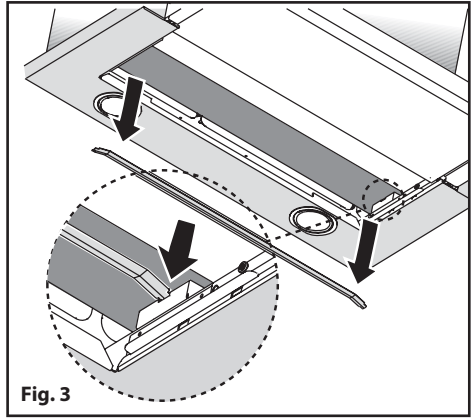

Fig. 3
- S'il s'agit d'un produit en version recyclage, retirez le filtre à charbon régénérable en tirant vers l'extérieur la bride et en la dégageant de son emplacement (**Fig. 3**).
- Pour remplacer les filtres à charbon régénérables, dégrafer les fixations de leur emplacement en les tirant vers l'extérieur. (**Fig.3**)